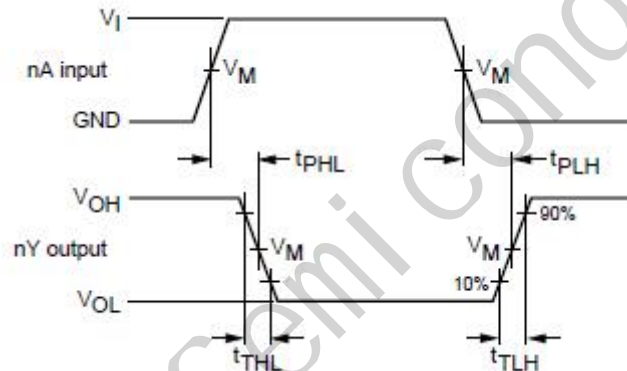

图 6、数据输入 (nA) 到输出 (nY) 的传播延时和输出转换时间
3.3.5、交流参数 1 ($T_{amb}=25^{\circ}\text{C}$, $\text{GND}=0$, $t_r=t_f=6.0\text{ns}$, $C_L=50\text{pF}$, 见图 6、图 7)
3.3.6、交流参数 2 ($T_{amb}=-40 \sim +85^{\circ}\text{C}$, $\text{GND}=0$, $t_r=t_f=6.0\text{ns}$, $C_L=50\text{pF}$, 见图 6、图 7)